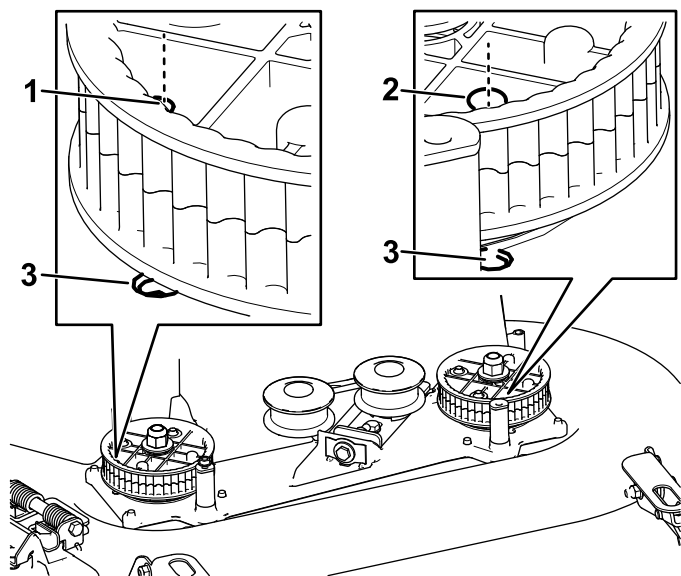

Figure 35
5. Alignez les trous des pignons gauche et droit sur les trous du carter, comme montré à la Figure 35.